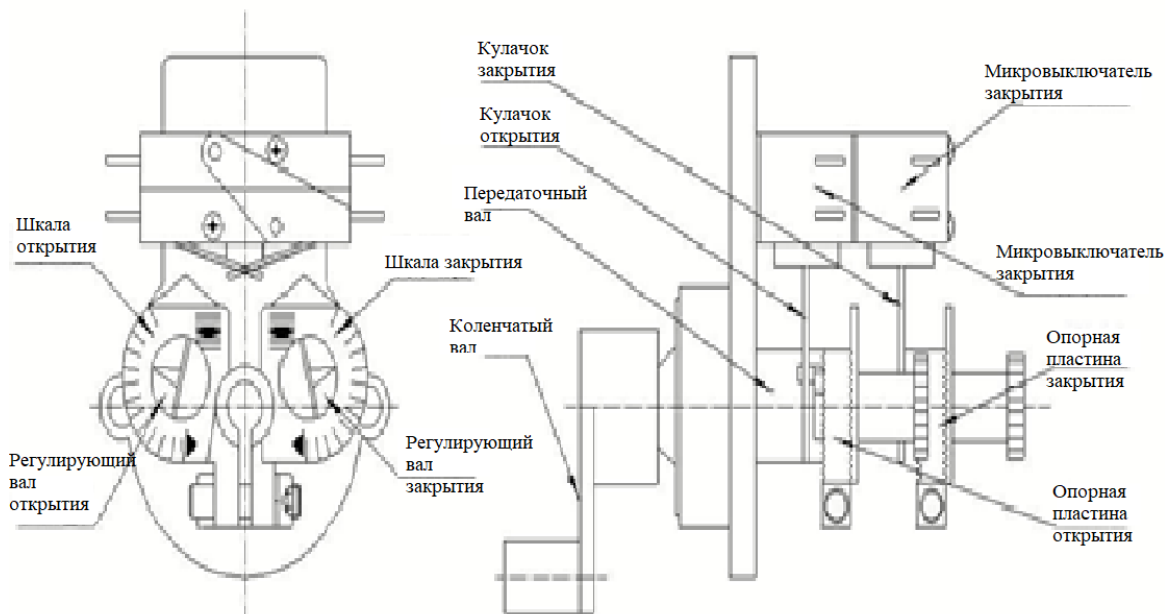

Рис. 2. Механизм управления крутящим моментом
8.1 Регулировка механизма управления крутящим моментом (см. Рис. 2)